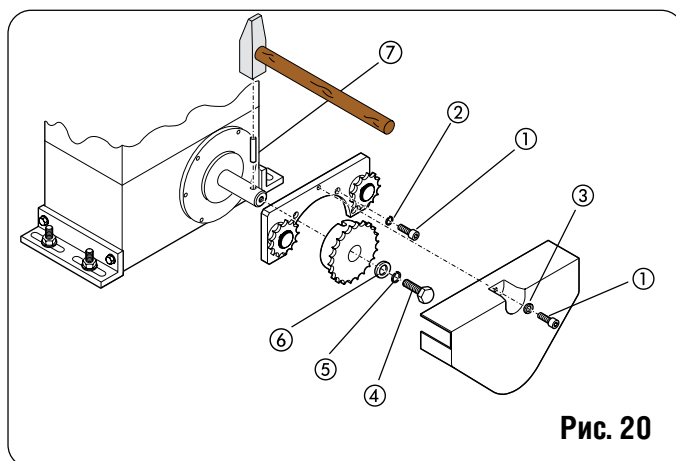
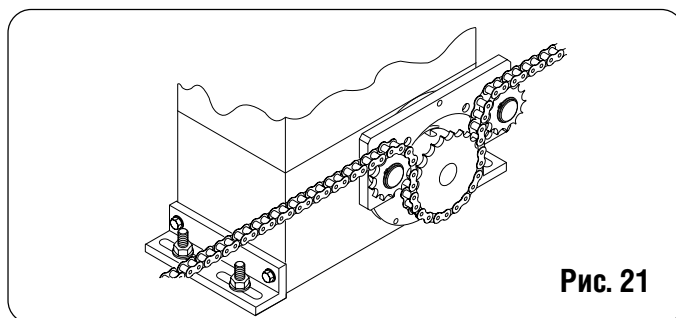

Рис. 20
Рис. 21
4.5.2. МОДЕЛЬ 844 ER RF (рис. 20 - 21)
- 2) Закрепить кронштейн холостых передач на двигателе четырьмя винтами © (M5 x 12) с шайбами © из комплекта, показанного на рис. 20.
- 4) Пропустить цепь, как показано на рис. 21, закрепить кожух винтом © с шайбой, как показано на рис. 20.